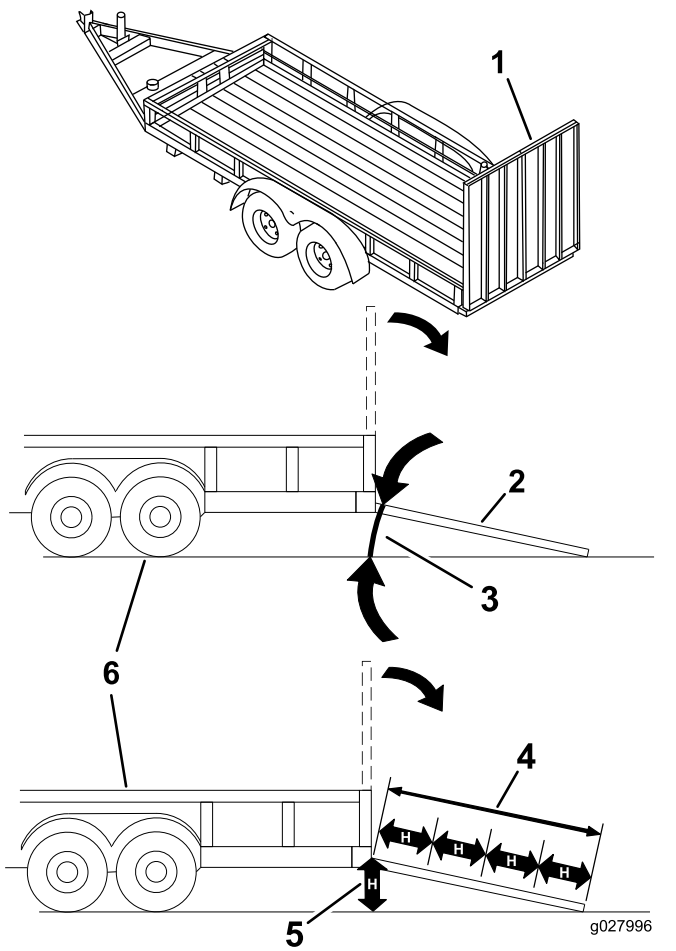

Figure 37
Le chargement de la machine sur une remorque ou un camion augmente le risque de basculement et donc de blessures graves ou mortelles (Figure 37).
1. Abaissez la rampe pour que l'angle avec le sol ne dépasse pas 15 degrés (Figure 37).